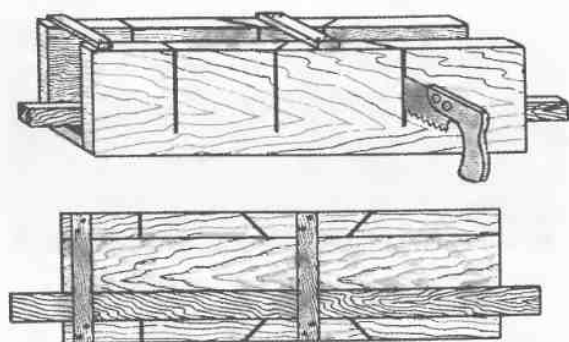

Рис. 92. Коготок — резак для длинных пропилов на тонких пластинках
**Струбцина, коготок, стусло, кронциркуль.** Эти инструменты также применяются в домовой резьбе. Коготок (рис. 92)
Резчик по дереву использует в работе еще один инструмент, также называемый резак, или коготком (см. рис. 92).